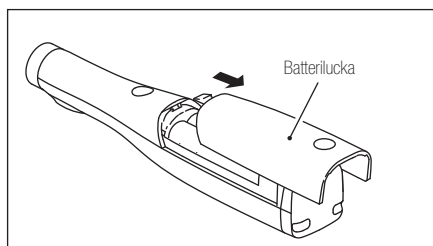

Bild 15
- 4) Ta loss batteriluckan genom att skjuta den mot laddterminalen. (Bild 15)